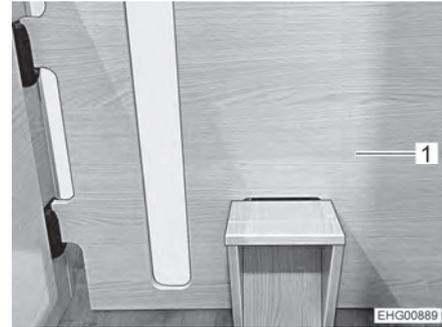

Fig. 42 Paroi intermédiaire avec marche
- Accrocher la marche (Fig. 41,2) dans l'évidement inférieur (Fig. 41,1) de la paroi intermédiaire (Fig. 42,1).
- Placer la paroi intermédiaire (Fig. 42,1) entre les lits arrière longitudinaux. Accrocher pour ce faire la paroi intermédiaire en seconde position (vu du bloc cuisine).